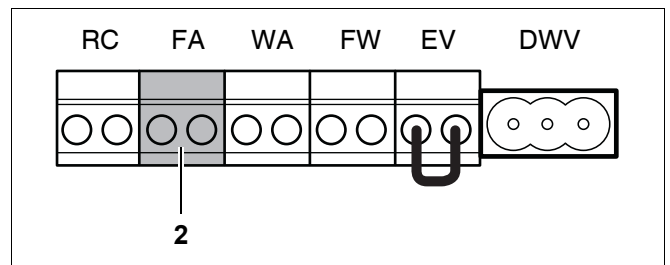

Bild 32 Anslutningslist – utetemperaturgivare (anslutningsfärg blå)
- Anslut den tillhörande utetemperaturgivaren till den blå klämman FA (bild 32, pos. 2). Använd då en strömkabel med 2 ledare på 0,4 till 0,75 mm² respektive.